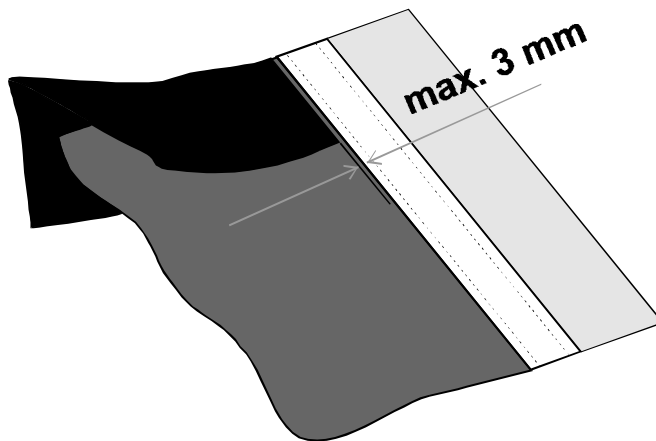

Abb. 1: Schnittkantenisolierung (Verdrahtungsseite)
1. Isolieren der Verdrahtungsseite des Heizleiters (Abb. 1)